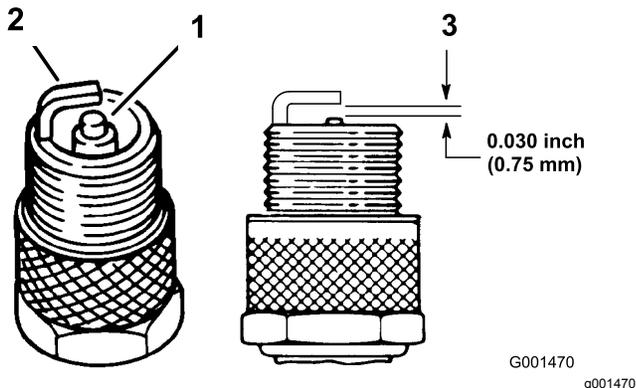

Figura 19
1. Veja a parte central das velas de ignição (Figura 19). Se verificar uma cobertura castanha ou cinzenta no isolante, o motor está a funcionar corretamente. Uma cobertura preta no isolante indica que o filtro de ar está sujo.
2. Verifique a folga entre os eletrodos central e lateral (Figura 19). Dobre o eletrodo lateral (Figura 19) se a folga não for a correta.
3. Ligue os cabos às velas de ignição (Figura 19).